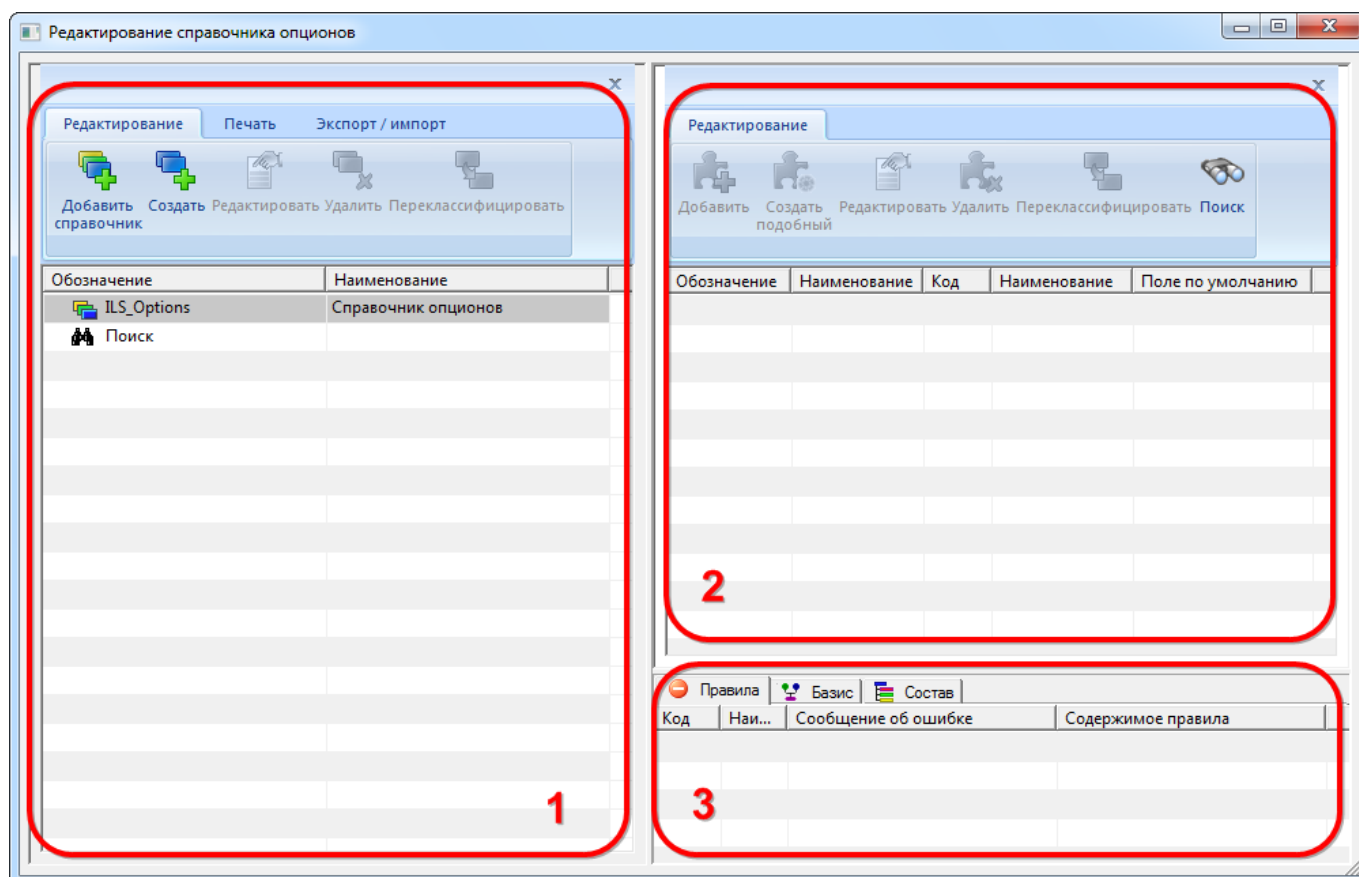
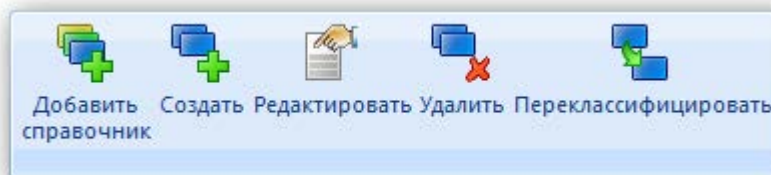

Рис. 13-4 – Окно редактора опционов
Рис. 13-5 – Вкладка «Редактирование»
- 3) В результате откроется окно «Редактирование справочника опционов» (рис. 13-4).
Главное окно редактора опционов (рис. 13-4) состоит из трех окон:
1) Левое окно предназначено для создания разделов и подразделов справочника опционов (1 на рис. 13-4).
2) В правом верхнем окне создается перечень опционов для выбранного раздела справочника (2 на рис. 13-4).
3) Правое нижнее окно предназначено для вывода информации о выбранном опционе и включает следующие вкладки (3 на рис. 13-4):
Панель инструментов левого окна редактора опционов (1 на рис. 13-4) предназначена для работы с разделами справочника. Панель инструментов состоит из нескольких вкладок, которые показаны на рис. 13-5 – рис. 13-7.
Панель инструментов правого окна редактора опционов (2 на рис. 13-4) предназначена для работы с опционами. Панель инструментов показана на рис. 13-8.